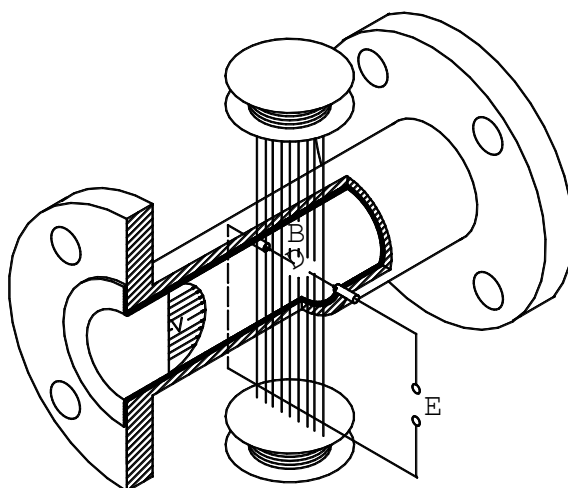

Рисунок 4.1
4.1.1 Принцип действия расходомера основан на явлении электромагнитной индукции (см. рисунок 4.1).
4.2.4 ППР представляет собой отрезок трубопровода из немагнитного материала (см. рис.4.1), внутренняя поверхность которого футерована диэлектриком (фторопластом). В диаметрально противоположных стенках трубопровода установлены два электрода, контактирующие с измеряемой средой и предназначенные для съёма ЭДС индукции (E). Благодаря такой конструкции ППР